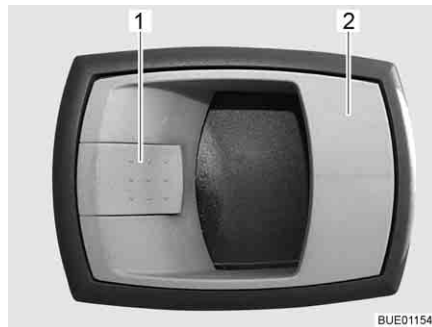

Bild 42 Türschloss Eingangstür, innen
- Öffnen:** ■ Am Griff (Bild 42,2) ziehen. Das Türschloss wird entriegelt.
- Verriegeln:** ■ Den Sicherungshebel (Bild 42,1) drücken.